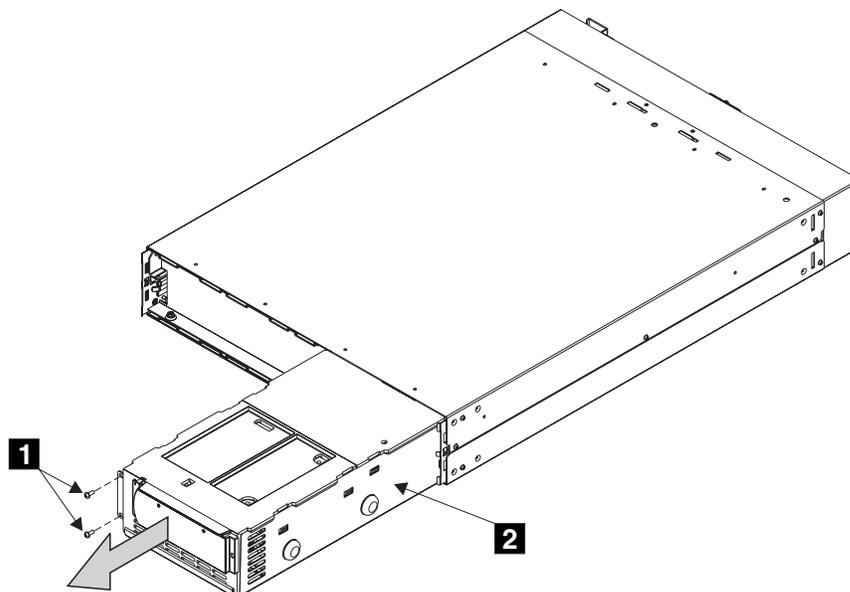

図 23. 無停電電源装置の電子部品アセンブリーの取り出し
3. 2つのねじ **1** を外す (図 23 を参照)。